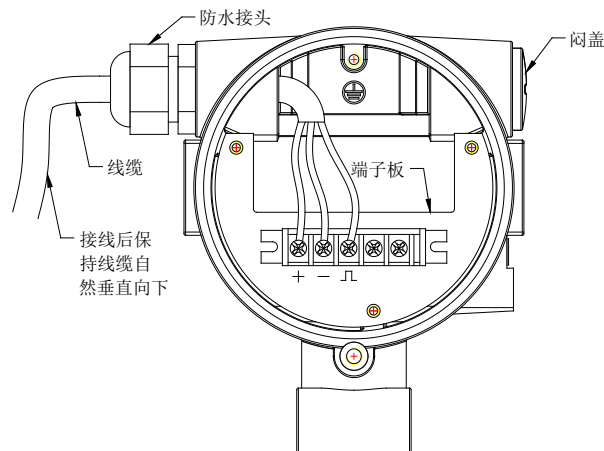

图 3.13 表头接线示意图
- 4) 在应用现场的允许条件下，建议按照图3.13进行接线，以防止水通过线缆进入仪表。